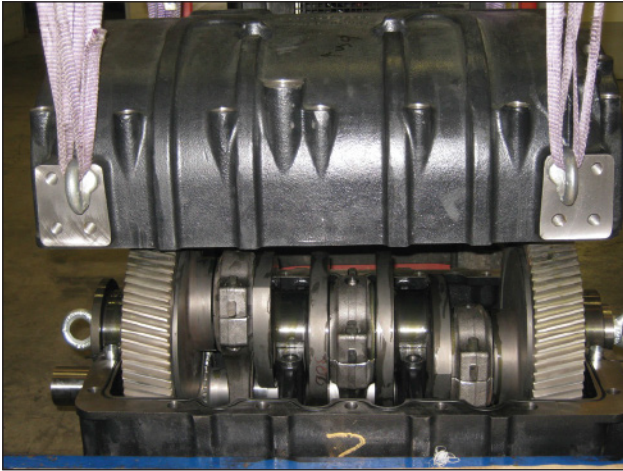
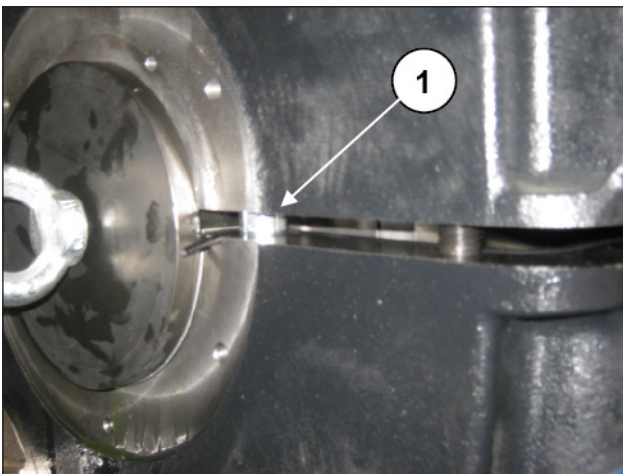

Abb. 110
Abb. 111
Montieren Sie das hintere Gehäuse (Abb. 110) und prüfen Sie hierbei die Zentrierung auf den Buchsen des vorderen Gehäuses (Pos. ①, Abb. 110).
Befestigen Sie das hintere Gehäuse anhand von 22 Schrauben M16 (Pos. ①, Abb. 110) gemäß Angaben auf dem Schema in Abb. 111.